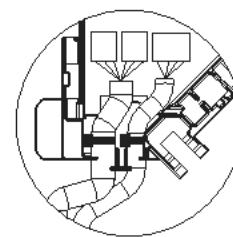

Fig. 10-15
• Se till att buntbandet som håller i-See-sensorn och signalmottagarens anslutningskablar är placerat inuti anslutningsboxen. (Fig. 10-15)